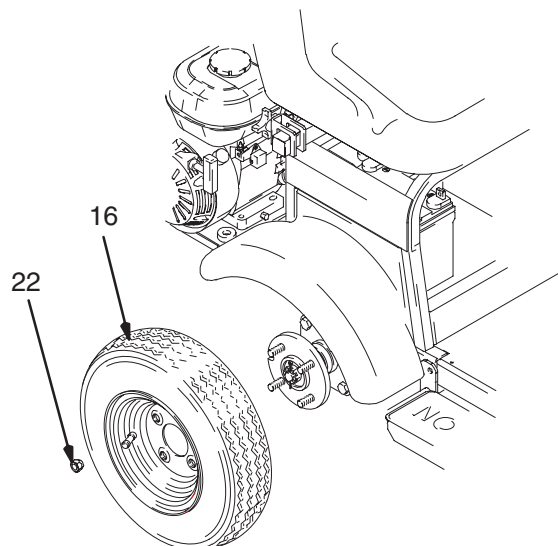

Fig. 3
1. Fig. 3. Coloque la unidad de tracción de la señalizadora sobre bloques de forma que las ruedas estén levantadas del suelo.
2. Retire las cuatro tuercas de apriete (22) y el neumático (16).
2. Retire las cuatro tuercas de apriete (22a) y el neumático (16).
3. Desmonte el pasador (56), la tuerca de la rueda orientable (21b) y el soporte de rueda (22b). Para desmontar el soporte de rueda (22b) podría necesitar un extractor de volantes; no suministrado por Graco.
4. Desconecte las dos mangueras hidráulicas (112) del motor de rueda (21a). Eleve los extremos de la manguera y tápelos.
5. Retire los cuatro pernos (78), las contratuercas (79) y el motor de rueda (21a).